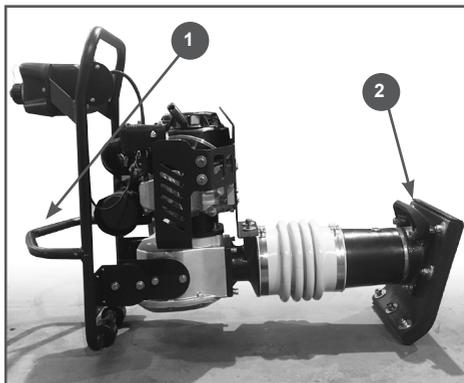

Рис. 21 Транспортирование в горизонтальном положении
- Измерьте зазор между электродами свечи зажигания специальным щупом. Зазор должен быть 0,7-0,8 мм (Рис. 21). При увеличении, или уменьшении требуемого зазора, рекомендуется заменить свечу, так как регулировка зазора может привести к изменению качества искрообразования.
Если зафиксировать вибротрамбовку в вертикальном положении невозможно, закрепите устройство на транспортном средстве так, чтобы оно не перевернулось, не упало и не скатилось. Уложите вибротрамбовку так, чтобы двигатель был сверху (Рис. 21), и привяжите ее к транспортному средству за раму и рабочий цилиндр. Вибротрамбовку следует привязывать поперек рабочего цилиндра между трамбующим башмаком и смотровым отверстием для контроля уровня масла.
Перенос вибротрамбовки к новому участку работы осуществляется за транспортировочную скобу 1 и транспортировочную рукоятку 2 (Рис. 21).